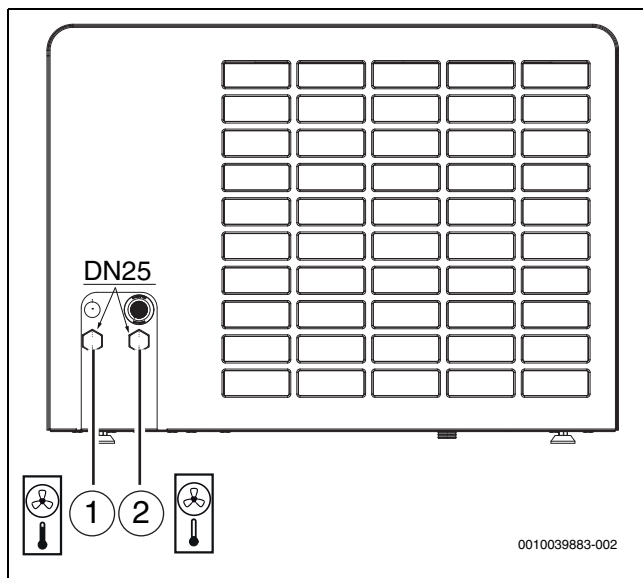

Bild 30 Anschlüsse der Wärmeträgerrohre; Beschreibung gilt für alle Größen
- ▶ Vorlaufleitung zur Inneneinheit an den Wärmeträgerausgang anschließen (→ [1], Abbildung 30).
- ▶ Rücklaufleitung von der Inneneinheit an den Wärmeträgereingang anschließen (→ [2], Abbildung 30).